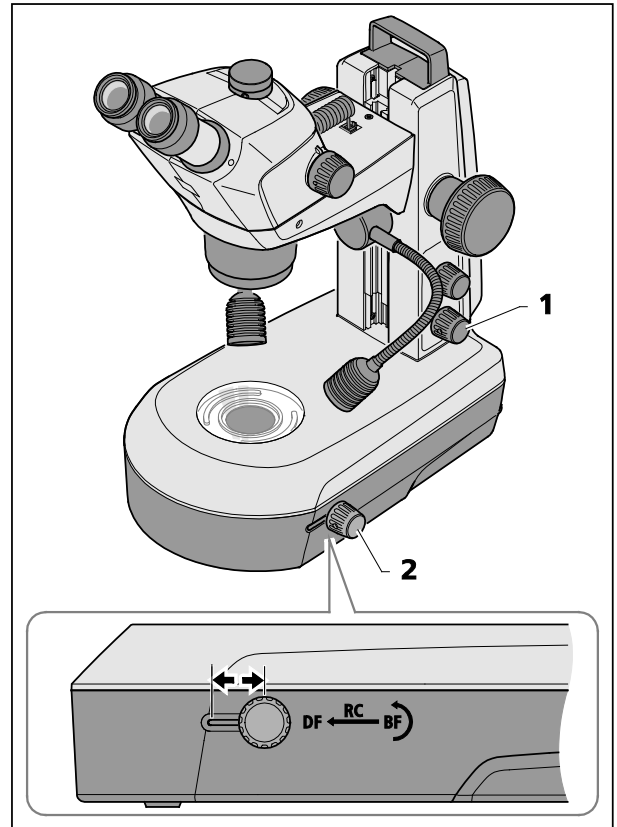

Fig. 26 Unidade de luz transmitida no estativo K LAB
- Ligar a luz transmitida, apertando o botão rotativo inferior (Fig. 26/1).
- Ajustar o campo claro (BF), empurrando o botão rotativo / correção (Fig. 26/2) na posição posterior.
- Mover para dentro o espelho claro ou difuso ou ajustar o ângulo de inclinação, girando o botão rotativo/correção (Fig. 26/2).
- Passa-se à iluminação de campo escuro (DF), deslizando o botão rotativo / correção (Fig. 26/2) na posição dianteira.
-  Deslocando o botão rotativo / correção (Fig. 26/2) a uma posição central e basculando o espelho, são produzidos efeitos de iluminação oblíqua (RC), muito bem apropriados para a visualização de estruturas de objetos não tingidos.